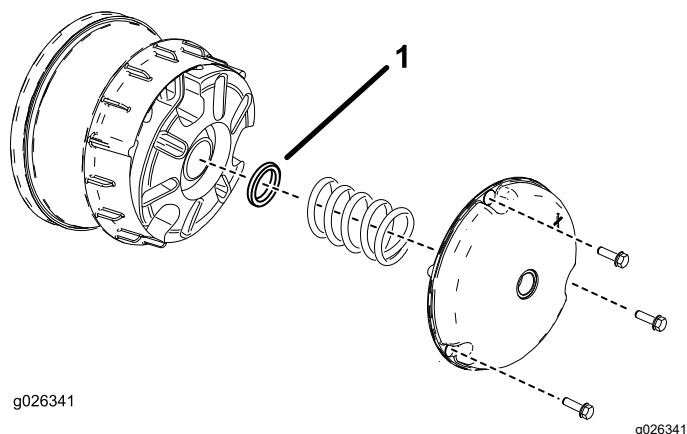

Рисунок 64
- Отверните болты крепления крышки первичной муфты сцепления, как показано на Рисунок 64.